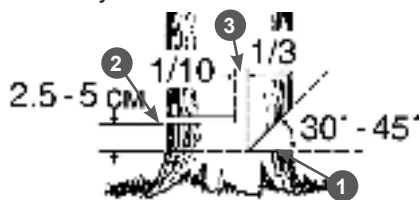

Рис. 10 Расположение запила, пропила и недопила
2. Начните пилить с той стороны дерева, куда оно должно упасть (Рис. 10). Сделайте запил 1 с той стороны, куда должно упасть дерево, глубиной примерно 1/3 диаметра ствола и под углом от 30 до 45 градусов (Рис. 10). В начале пиления первым должен коснуться дерева зубчатый упор. Затем, используя зубчатый упор в качестве точки вращения, вращением электропилы погружайте шину с движущейся цепью в древесину. При спиливании крупных деревьев перестановку упора делают несколько раз.
3. Сделайте основной валочный пропил 2 с противоположной стороны, выше основания запила на 2,5-5 см. Между основным пропилом и запилом должен оставаться недопил 3 равный примерно 1/10 диаметра ствола. Вставьте своевременно клин в пропилил. Недопил 3 действует как шарнир и позволяет контролировать падение дерева (Рис. 10).